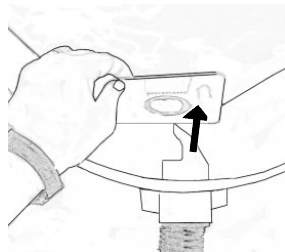

Fig. 24
4. Fjern støvsugerposen ved at tage fat om papafstivningen og forsigtigt trække kortet og posen væk fra beholderen, fig. 24. Fold den perforerede del af pappet mod åbningen af posen for at forhindre, at posens indhold slipper ud.